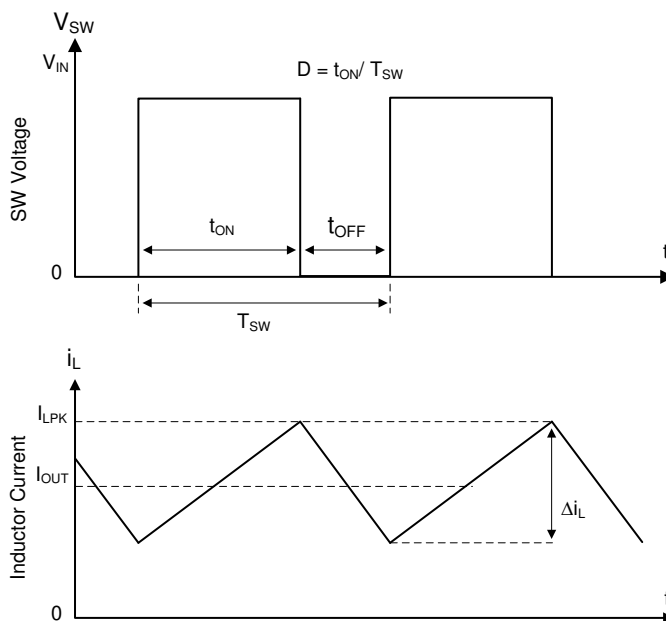

図 6-1. 連続導通モード (CCM) における SW ノードとインダクタ電流の波形
TPSM843521 の operation 説明は、機能ブロック図と図 6-1 の波形を参照しています。TPSM843521 は、ハイサイド (HS) およびローサイド (LS) MOSFET (同期整流器) を内蔵した同期整流式降圧コンバータです。TPSM843521 は、制御されたデューティ サイクルでハイサイドおよびローサイドの NMOS スイッチをオンにすることにより、出力電圧の安定化を実現します。ハイサイドスイッチがオンしている間、SW ピンの電圧は最大で V_{IN} まで上昇し、インダクタ電流 i_L は $(V_{IN} - V_{OUT}) / L$ の直線勾配で増加します。制御ロジックにより HS スイッチがオフされると、アンチシュートスルーのデッドタイムの後、LS スイッチがオンします。インダクタ電流は、ローサイド スイッチを通して $-V_{OUT}/L$ の割合で放電されます。降圧コンバータの制御パラメータは、デューティ サイクル $D = t_{ON}/T_{SW}$ と定義されます。ここで、 t_{ON} はハイサイド スイッチのオン時間、 t_{SW} はスイッチング周期です。コンバータ制御ループは、デューティ サイクル D を調整することにより、出力電圧を一定に維持します。損失を無視できるような理想的な降圧コンバータでは、次の式のように、 D は出力電圧に比例し、入力電圧に反比例します。 $D = V_{OUT}/V_{IN}$ 。